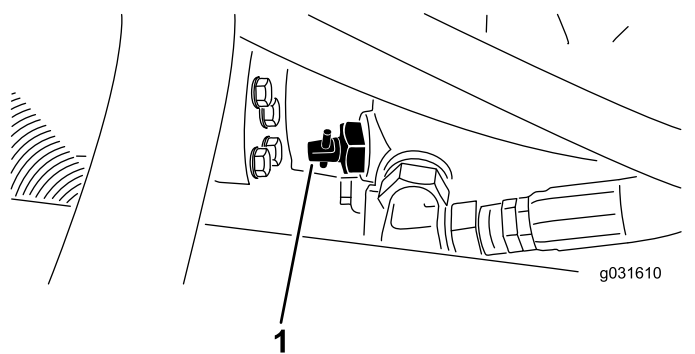

図 31
1. ポンプについているバイパスバルブ **図 31** を、 90° $1/4$ 回転だけゆるめる。